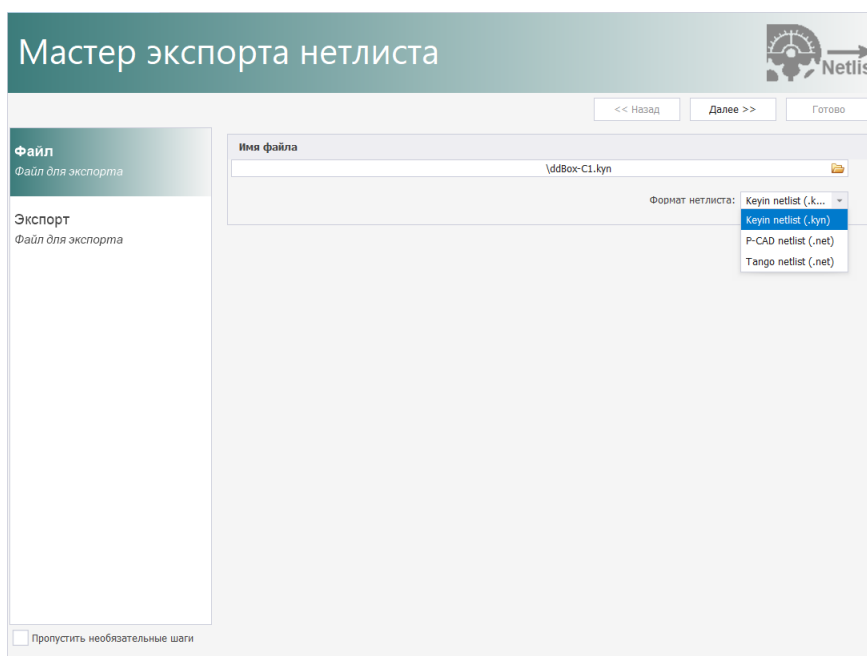

Рис. 77 Выбор формата
4. В поле «Формат нетлиста» из выпадающего списка выберите формат, см. Рис. 77. И нажмите «Далее».